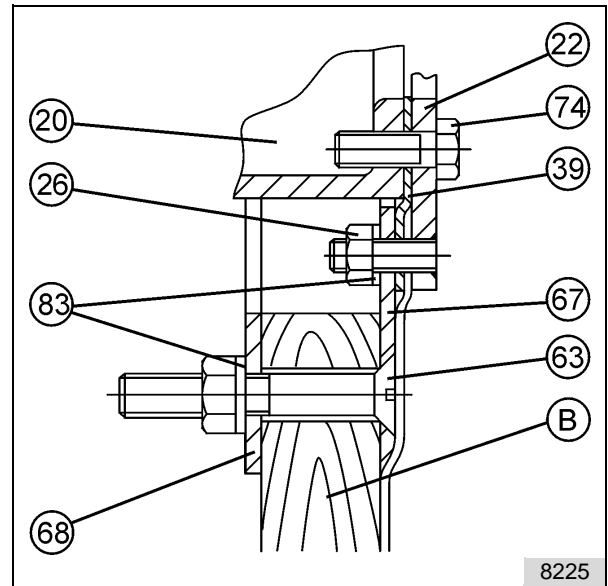

Abb. 18: Detail aus Abb. 17
N Detail siehe Abb. 18
Den Einbausatz (92) am Klemmring (22) mit den Schrauben (74) montieren. Siehe auch Detail „N“ in Abb.18.